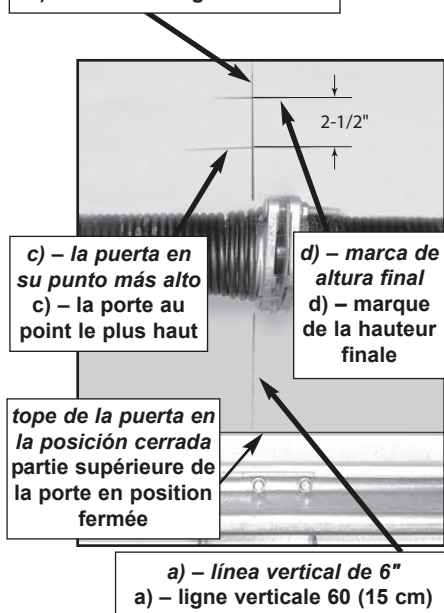

FIG. 2-1 **Marca de altura final.**
- b) Continúe esta línea en la pared arriba de la puerta unas 12" (Fig. 2-1, a).
- Marque la altura medida en la pared arriba de la puerta (Fig. 2-1, c).
- Sume 2-1/2" a la altura marcada recién hecha en la pared. Este es el lugar para el soporte del travesaño (Fig. 2-1, d).
- b) Poursuivre le traçage de cette ligne sur le mur au-dessus de la porte sur 30 cm (Fig. 2-1, a).
- Tracer un trait pour indiquer la hauteur sur le mur au-dessus de la porte (Fig. 2-1, c).
- Ajouter 6,4 cm au repère qui vient d'être tracé sur le mur. Cette marque servira au support de linteau (Fig. 2-1, d).